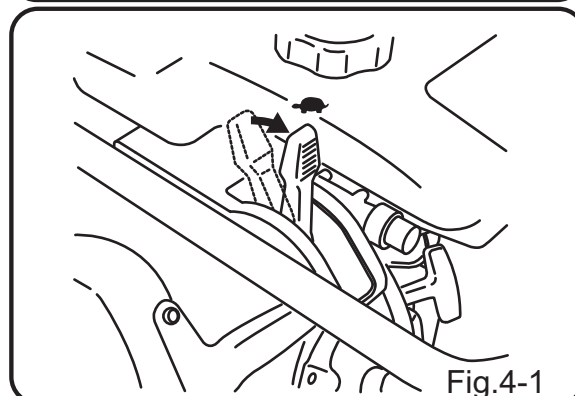

Fig.4-1
- 1 Amener la manette des gaz de la position Arrêt à la position Ralenti (☛). Cette manipulation ouvre le robinet d'essence, après quoi le circuit électrique du moteur se met automatiquement sous tension (Fig. 4-1)